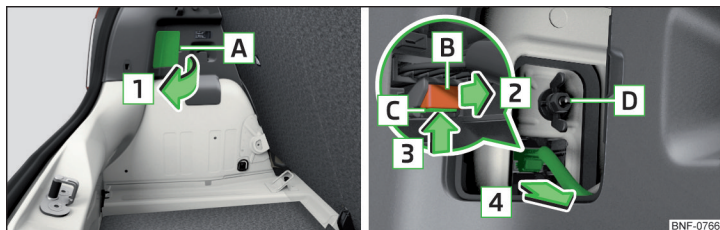

Fig. 148 Demontarea lămpii / detașarea conectorului
- Rabatați în sus masca în zona **A**, în sensul săgeții **1** » fig. 148.
- Înșurubați și strângeți piulița din plastic **D** » fig. 148.